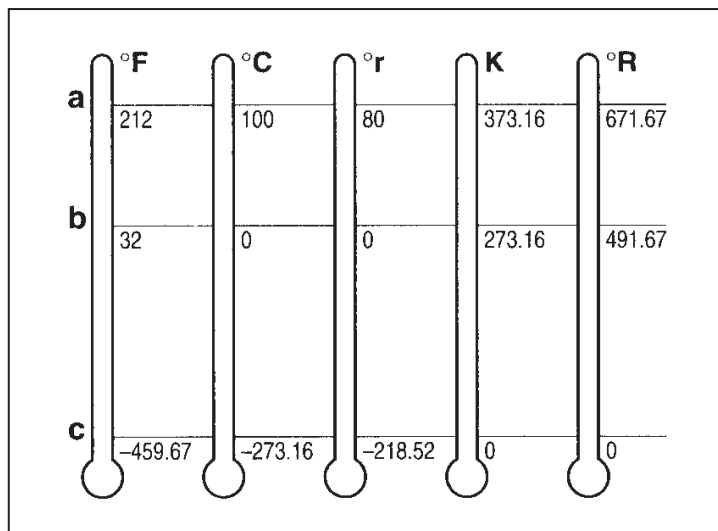

Fig. 11.13
In Fig.11.13 vengono messe a confronto le differenti scale di temperatura: Fahrenheit (°F), Celsius (°C), Réaumur (°r), Kelvin (K) e Rankine (°R).